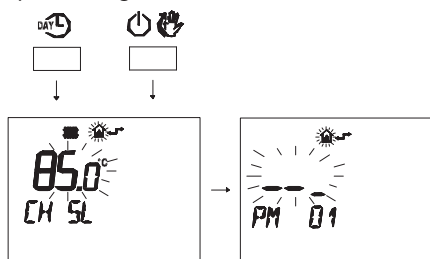

Figura 5.54
- Premere contemporaneamente i pulsanti **DAYL** e **ON/OFF** per entrare nella programmazione trasparente (Figura 5.54).